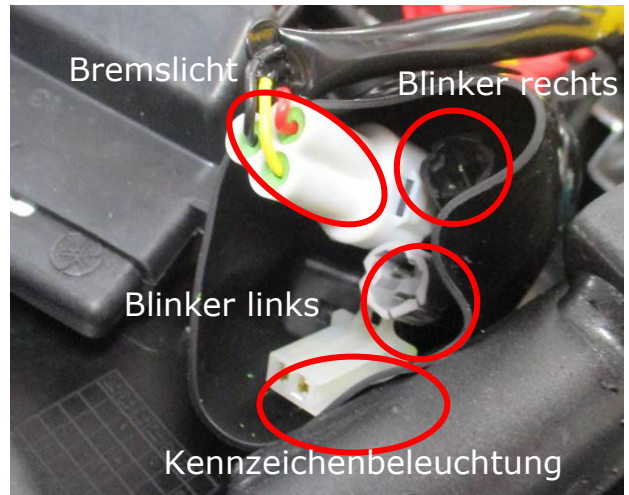

Abbildung 2
- Trennen Sie nun die 4 elektrischen Verbindungen, die in **Abbildung 2** gekennzeichnet sind.